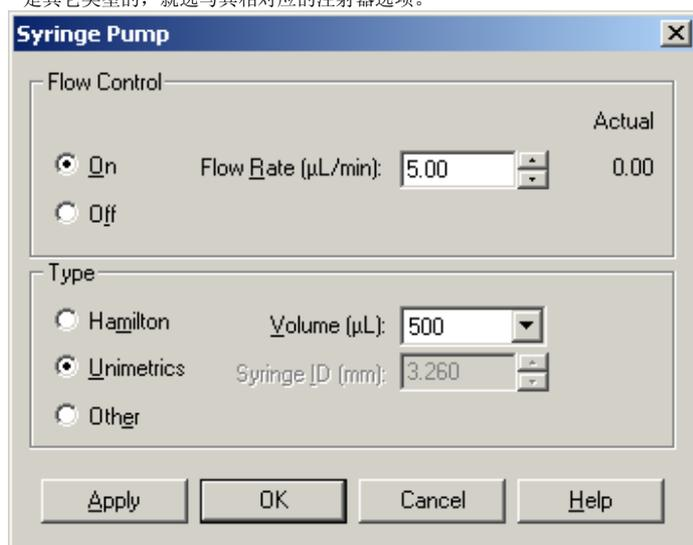

图5-2 注射泵对话框
6. 点Syringe Pump 按钮显示 Syringe Pump对话框。看图5-2。